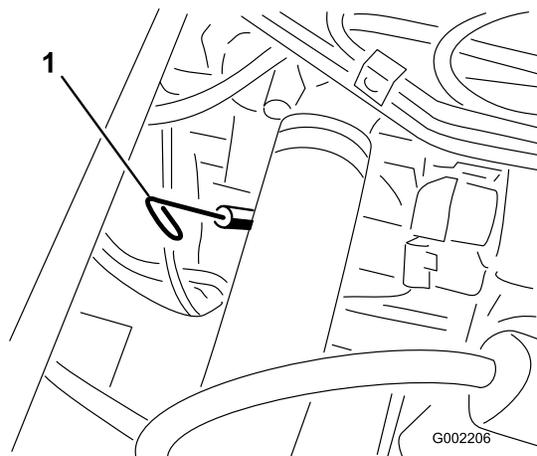

Figure 39
2. Retirez la jauge, située sous le siège du passager, et essuyez-la sur un chiffon propre (Figure 39). Remettez la jauge dans le tube en l'enfonçant au maximum. Sortez de nouveau la jauge et vérifiez le niveau d'huile.
13. Retirez le bouchon de remplissage et versez lentement environ 80% de la quantité d'huile spécifiée dans le moteur par l'orifice de remplissage (Figure 39).